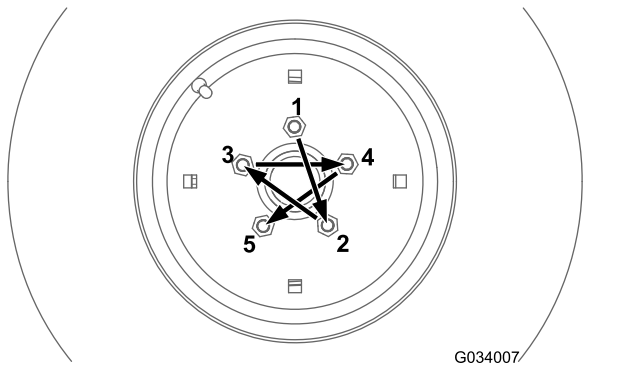
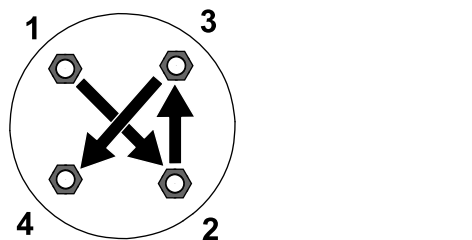

Figure 67
Figure 68
Serrez les écrous des roues avant et arrière (modèles à 4 roues motrices seulement) au couple spécifié et dans l'ordre indiqué, comme montré à la Figure 67 et la Figure 68.
- Roues avant, voir Figure 67.
- Roues arrière (modèles à 4 roues motrices seulement), voir Figure 68.